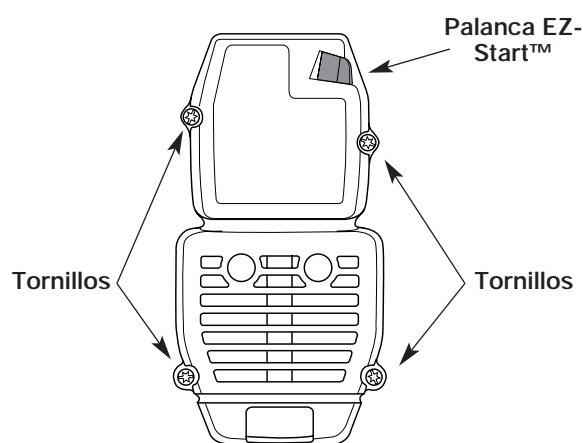

Fig. 34
1. Saque los cuatro (4) tornillos que sostienen la cubierta del silenciador / filtro de aire (Fig. 34). Use un destornillador de vástago plano o de broca Torx N° T20.
2. Inserte los cuatro (4) tornillos en los orificios de la cubierta del silenciador / filtro de aire (Fig. 34) y ajústelos. No los ajuste demasiado.